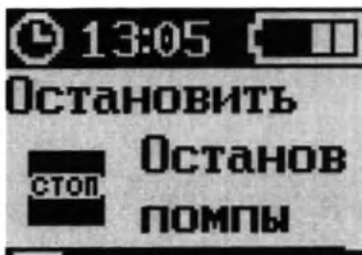

Рисунок 130 – Экран режима «В РАБОТЕ»
1. Нажать кнопку «МЕНЮ» для того, чтобы войти в меню помпы (рисунок 130).